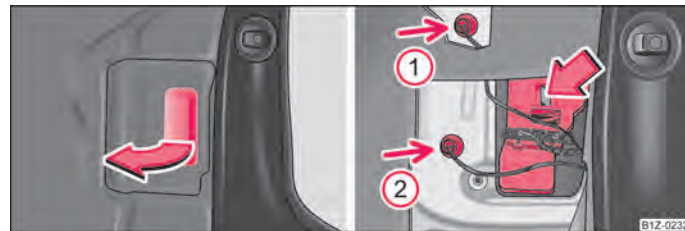

Fig. 190 Coffre à bagages : Cache pour le support d'ampoule/dépose du support d'ampoule
- Ouvrir le cache du phare ⇒ fig. 190, à gauche.
- Sortez les ampoules des feux arrière (flèche ① et ②).
⇒ fig. 190 - à droite.
- Sortez l'ampoule défectueuse (flèche ① ou ②) du boîtier et remplacez-la par une neuve.